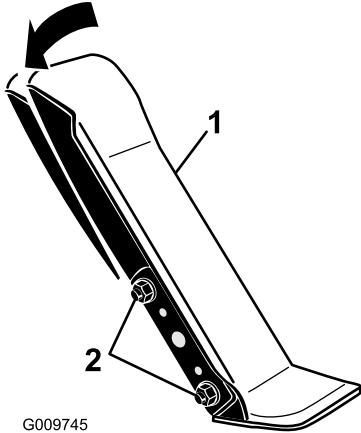

Figure 64
- Desserrez les 2 écrous et boulons qui fixent le côté gauche de la pédale de déplacement au support (Figure 64).
- Faites pivoter la pédale à l'angle voulu puis serrez les écrous (Figure 64).